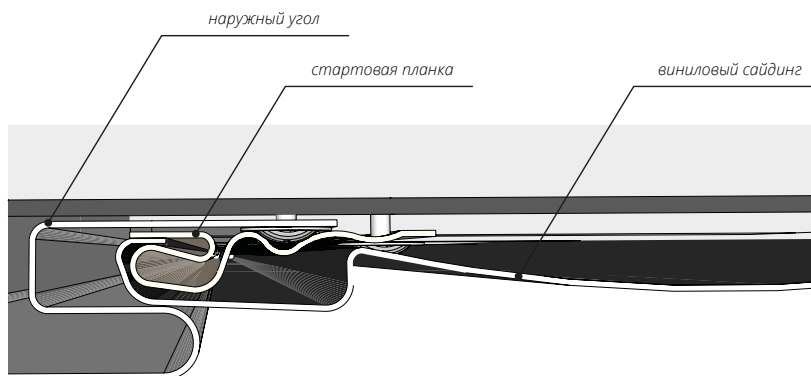

Рисунок 73
- 15.1** Установите и смонтируйте первую панель сайдинга, заведя ее в стартовую планку (рис. 73).